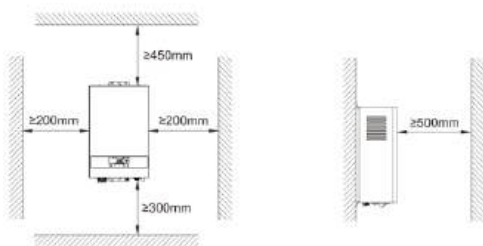

Рис. 8. Минимальные расстояния от электрического котла до поверхностей.
7.3.2 Установка прибора на стену (Рис. 8)